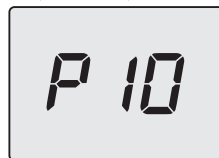

Рисунок 5.51
- Нажмите на 1 сек. кнопку 14 (Рисунок 5.47) для входа в выбранный параметр. На дисплее отображается следующее изображение (6=60 секунд) (Рисунок 5.51).